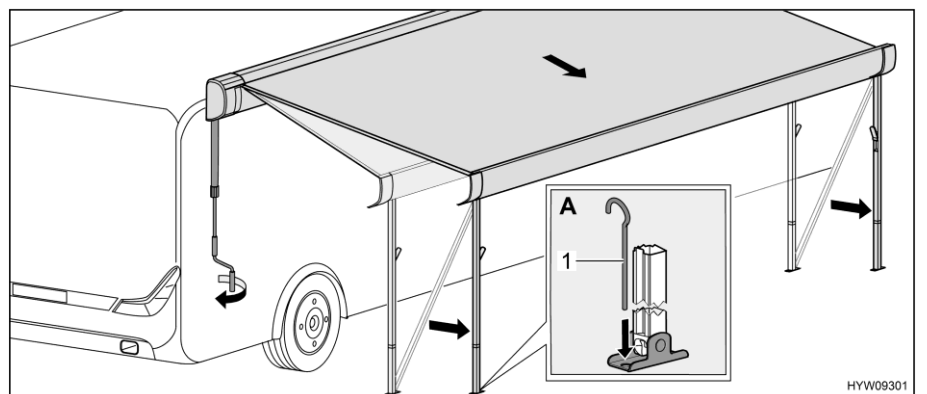

Bild 34 Placera markisen i ändläge
- Fäst stödfötterna med tälpinnar (Bild 34,1) på marken (Bild 34,A).